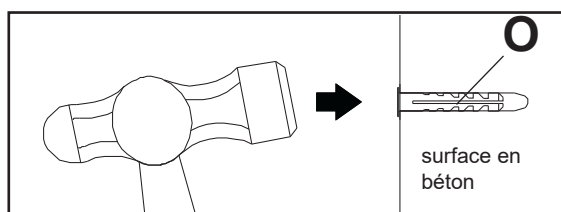
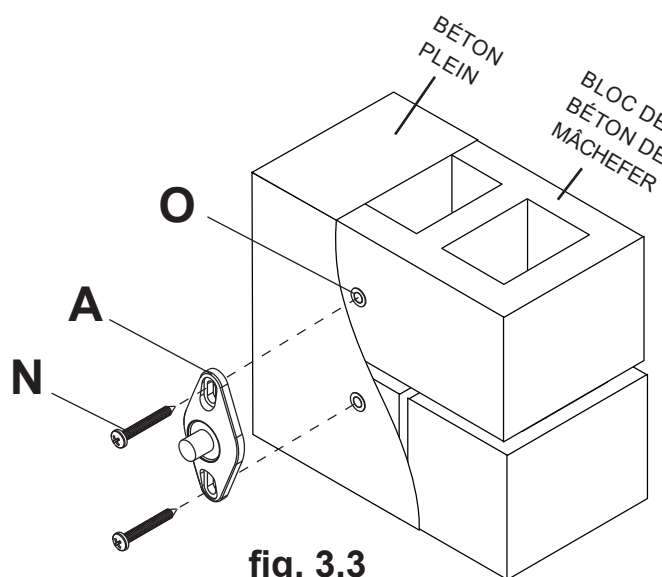

fig. 3.2
fig. 3.3
Percez deux trous de 8 mm (5/16 po) de diamètre à une profondeur minimum de 48 mm (1 7/8 po). Insérez les ancrages (O) dans les trous au ras du mur comme illustré figure 3.2. Placez la plaque de montage sur les ancrages et fixez à l'aide de deux vis autotaraudeuses n°12 x 1 3/4 po (N) comme illustré figure 3.3.